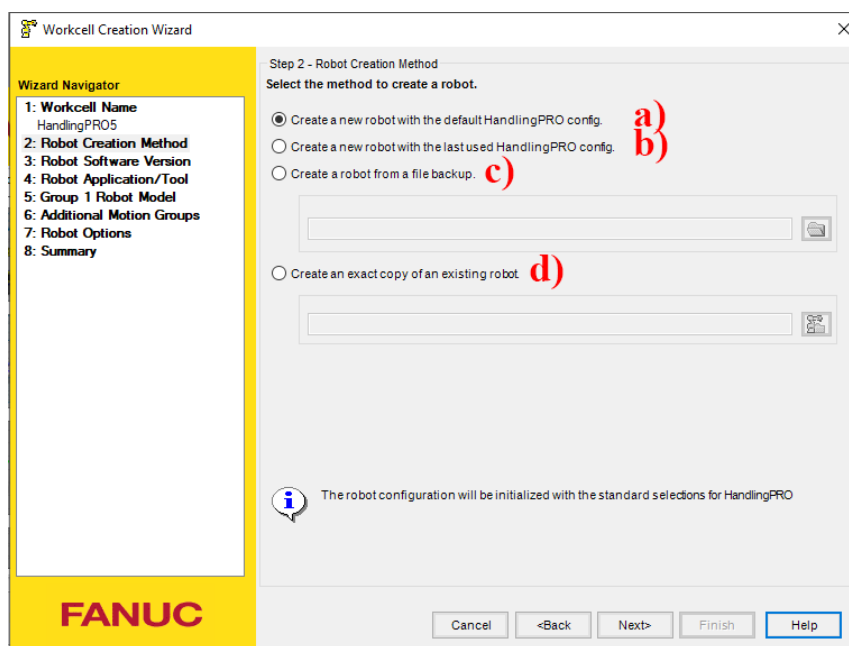

Рис. 5.3 Выбор робота
4. В следующем окне (рис. 5.3) указываем способ создания нового робота – *Robot Selection Method*. Выбираем один из четырёх вариантов: